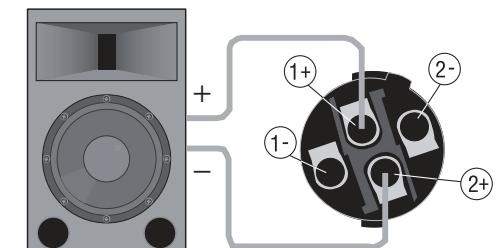

図 2.14 ブリッジモノモードでのスピコン出力端子上段のピン配置
- ・スピコンを使用してスピーカーと接続する場合、上段のスピコン端子を使用してスピーカーと接続してください(表 3、図 2.14)。